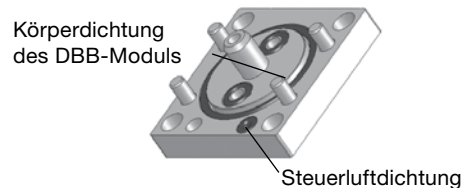

Abb. 9
3. Zum Austauschen der **Körperdichtung des DBB-Moduls** (9-022) oder der **Steuerluftdichtung** (9-004) Modul und Flansch nach den Schritten 1 und 2 unter **Flanschaustausch** entfernen. Siehe Abb. 9.